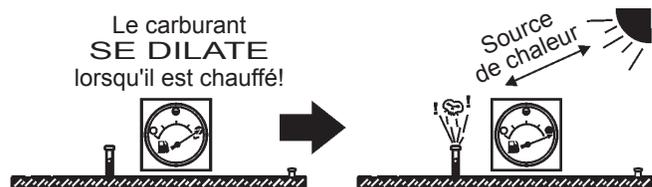

Figure 36. Expansion de carburant
**NE PAS TROP REMPLIR** le système de carburant. Tenir compte de l'expansion du carburant. Le carburant se dilate lorsqu'il est chauffé (Figure 36).